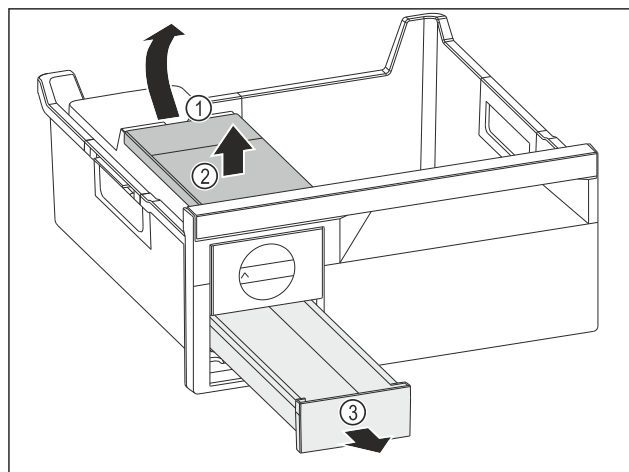

Fig. 89
- Ta ut vattenbehållaren: Lyft vattenbehållaren vid ursparingen Fig. 89 (1).
- Ta ut vattenbehållaren Fig. 89 (2) uppåt.
- Ta ut iskublådan Fig. 89 (3) framåt.